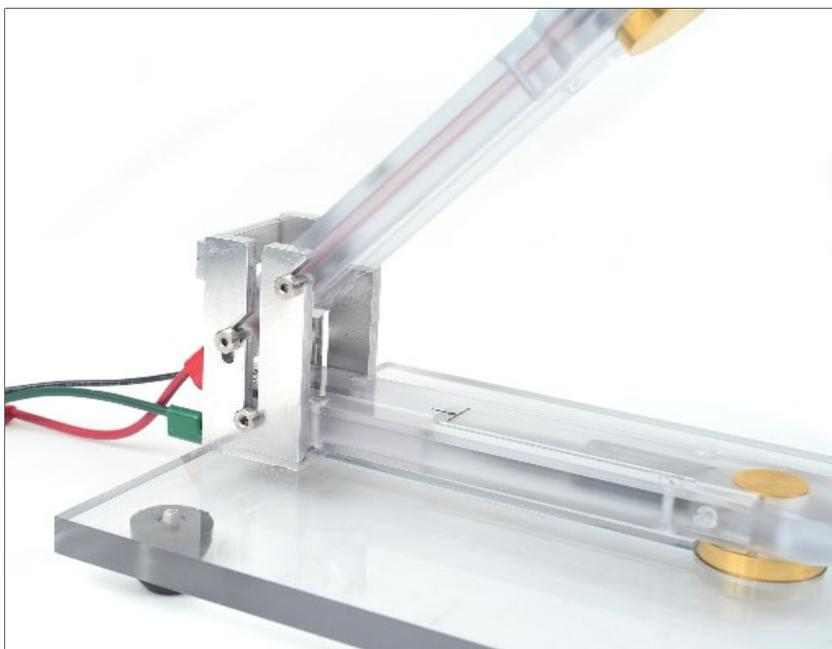

图 9. 放电臂抬直
2. 提起**放电臂**(C)并将其放入**支架**(E)的槽口中（图 9）。